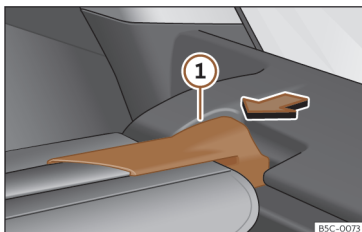

Fig. 186 Na bagageira: desmontar a chapeleira.
- Pressione o suporte da chapeleira >>> **Fig. 186** ① no sentido da seta.
- Encaixe o suporte da chapeleira >>> **Fig. 186** ① no alojamento do outro lado.